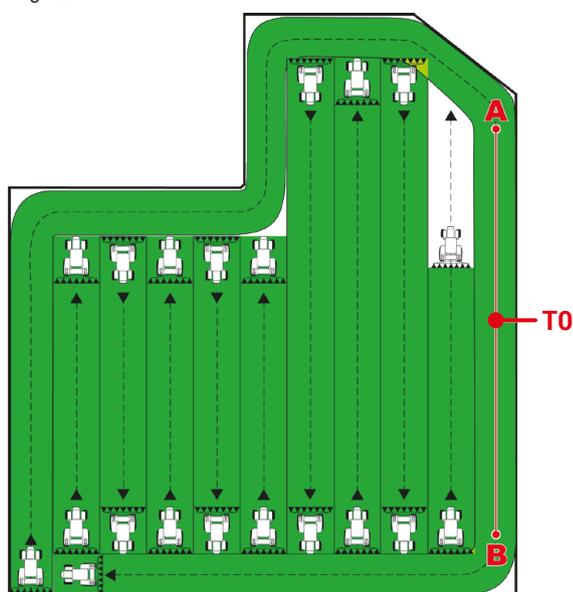

Fig. 126
- Une fois la ligne A/B tracée (T0), la totalité du champ pourra être traitée parallèlement à celle-ci (Fig. 126), en suivant les traces de référence qui seront visualisées sur l'afficheur (Fig. 127).